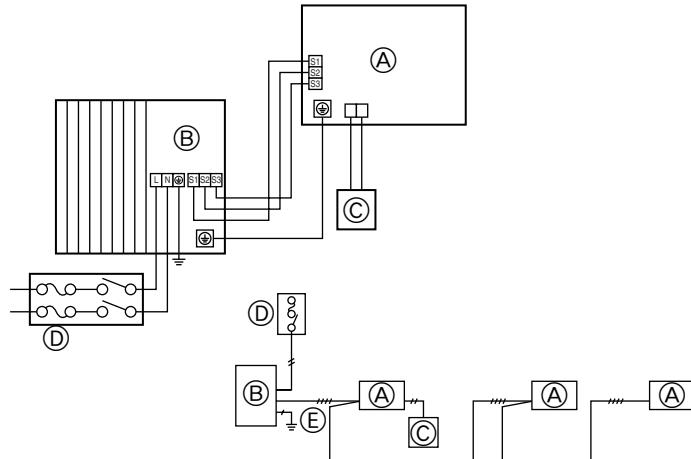

Fig. 6-1
6.1. Voorzorgsmaatregelen (Fig. 6-1)